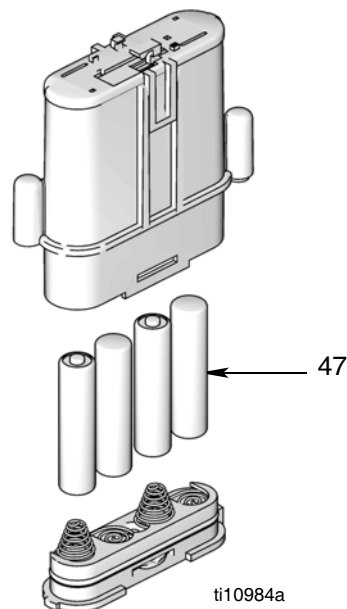

ABB. 28
- Achten Sie beim Einlegen der Batterien in das Batteriefach auf die richtige Polarität (ABB. 28). Falsch herum eingelegte Batterien können den Zähler beschädigen.
3. Legen Sie neue Batterien ein. Ausrichtung der Batterien, siehe ABB. 28.